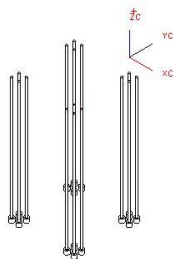
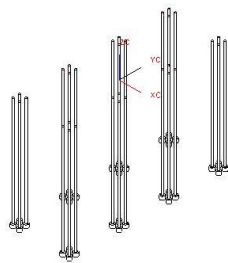

图5-68
图5-69
- 在【装配】工具条中单击【镜像装配】按钮，弹出【镜像装配向导】对话框。单击【下一步>】按钮，选择前面创建的所有顶杆，如图 5-68 所示。单击【下一步>】和【创建基准平面】按钮，弹出【点构造器】对话框，单击【XC-ZC】按钮，然后单击【下一步>】、两次【完成】按钮创建镜像顶杆，如图 5-69 所示。